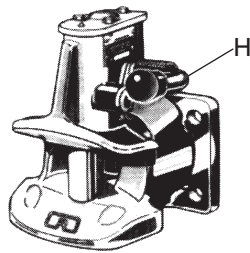

Abb. 1
- Kupplung mit dem Handhebel (H) öffnen (s. Abb. 1)